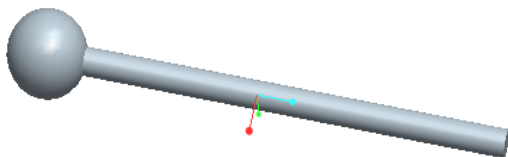

図 12-48 回転ハンドル
- 7) バイスアセンブリの構成部品ファイルをオープンする。回転ハンドル ファイルを開く (図 12-48) に示す。